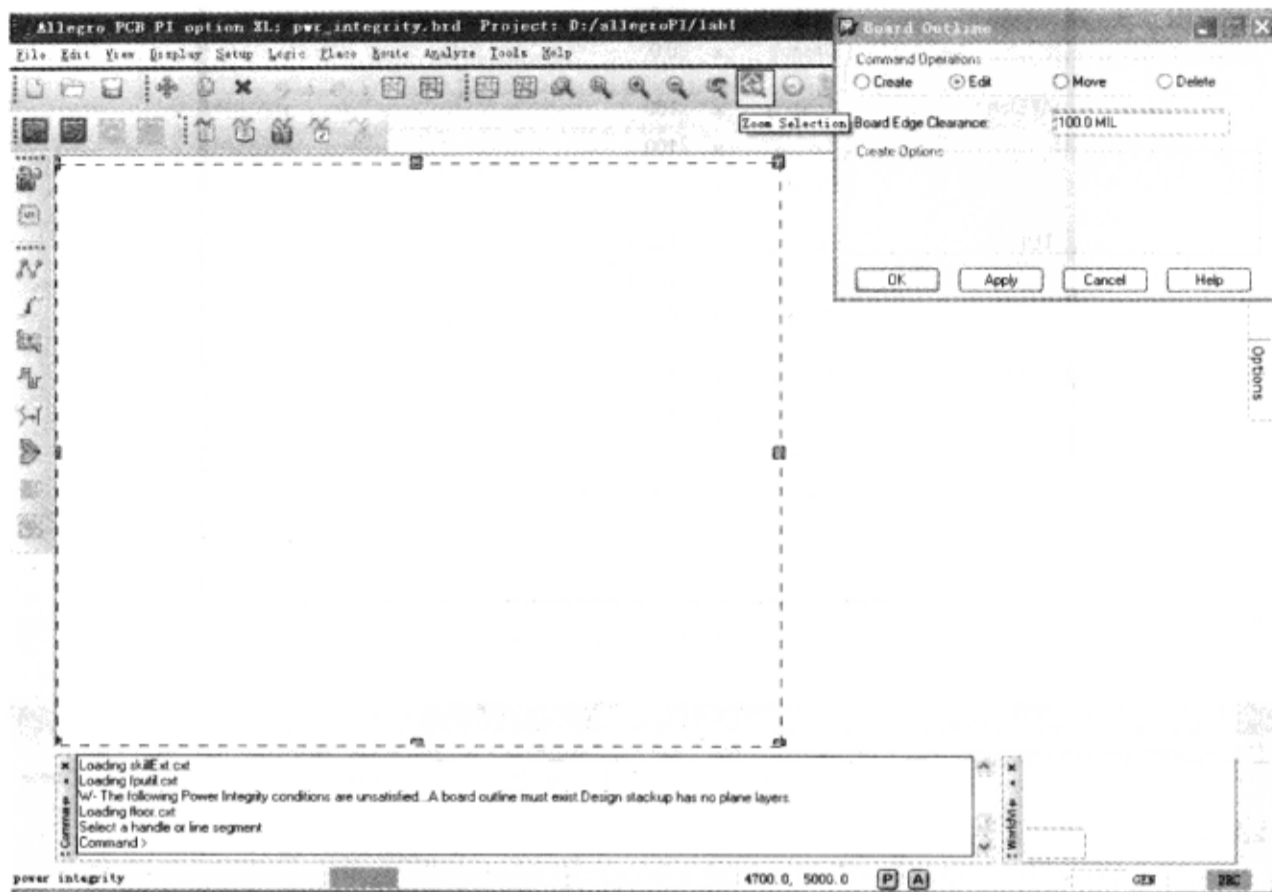

图 7-12-14 PCB 边框编辑对话框
(6) 在“Power Integrity Setup Wizard - Board Outline”对话框中单击“Edit Outline”按钮，这时就会在屏幕的右上角显示“Board Outline”对话框，通过这个对话框，可以对 PCB 的边框进行编辑。“Edit”选项被自动选择，默认的栅格点大小是 100mil，这就意味着每个栅格点之间的距离是 100mil，如图 7-12-14 所示。